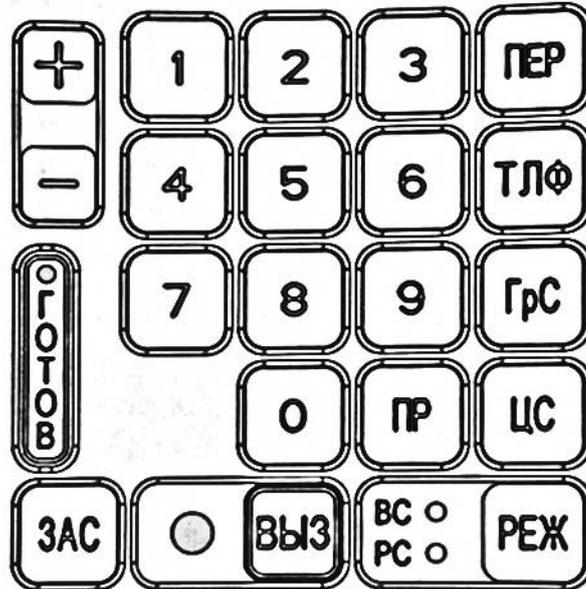

Рисунок 41 – Индикатор клавиши «ВЫЗ» горит зеленым цветом
- на пульте перейти в ожидание набора номера произвольного абонента, нажав клавишу «ВЫЗ». Индикатор возле клавиши «ВЫЗ» будет гореть зеленым цветом (рисунок 41);